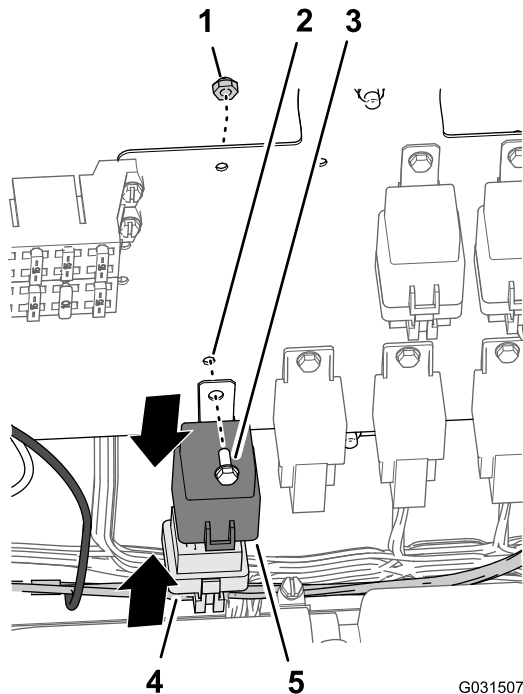

Figura 201
1. Nella diramazione di 197 cm del vano motore del cablaggio preassemblato, allineate il relè al connettore a 5 prese del cablaggio preassemblato per il kit di finitura (**Figura 201**).
2. Inserite i pin del relè nelle prese del connettore (**Figura 201**).
3. Allineate il foro nella linguetta di montaggio del relè al foro nel pannello del cablaggio (**Figura 201**).
4. Fissate il relè al pannello (**Figura 201**) con il bullone a testa flangiata (n. 10 x 1/2") e un dado di bloccaggio (n. 10).